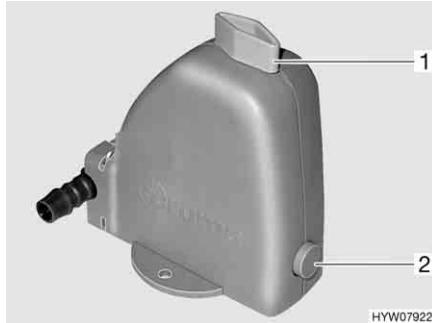
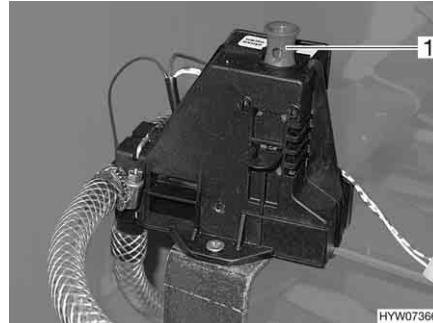

Fig. 113 Valvola di sicurezza/di scarico del boiler
Fig. 114 Valvola di sicurezza/di scarico del boiler (alternativa)
Il boiler è dotato di una valvola di sicurezza/di scarico (Fig. 113 o Fig. 114). La valvola di sicurezza/di scarico impedisce che l'acqua congeli nel boiler in presenza di basse temperature esterne, quando il riscaldamento dell'autocaravan non è acceso.
- Chiudere la valvola di sicurezza/di scarico. A tal fine ruotare la manopola (Fig. 113,1) verticalmente rispetto alla valvola di sicurezza/di scarico e premere verso l'interno il bottone automatico (Fig. 113,2) oppure tirare verso l'alto l'interruttore a scatto (Fig. 114,1).
- Aprire la valvola di sicurezza/di scarico. A tal fine ruotare la manopola (Fig. 113,1) nel senso della lunghezza rispetto alla valvola di sicurezza/di scarico o premere verso il basso l'interruttore a scatto (Fig. 114,1). A seconda del modello il bottone automatico (Fig. 113,2) scatta all'infuori. Il boiler viene svuotato verso l'esterno tramite la valvola di sicurezza/di scarico.